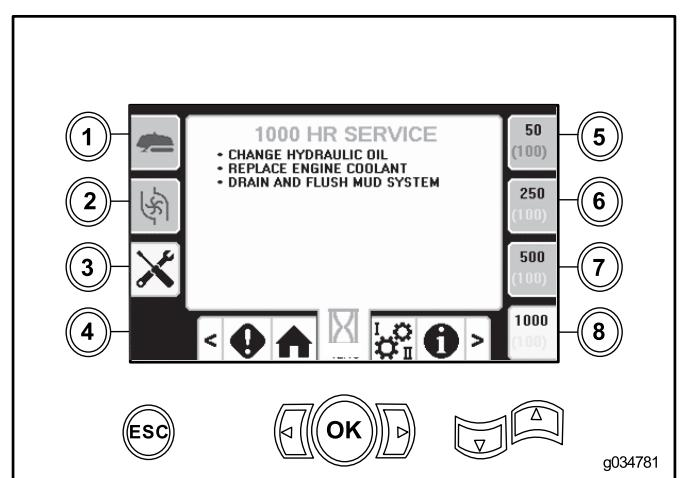

Bild 54
- Taste 8: 1.000 Stunden (**Bild 54**)